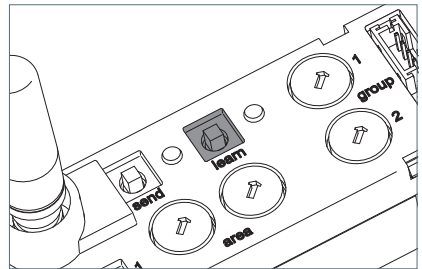

Fig. 19: Taste „learn“
- ▶ Drücken Sie die Taste „learn“ und halten Sie die Taste zehn bis 15 Sekunden gedrückt, bis die LED „learn“ langsam blinkt, siehe Fig. 19.